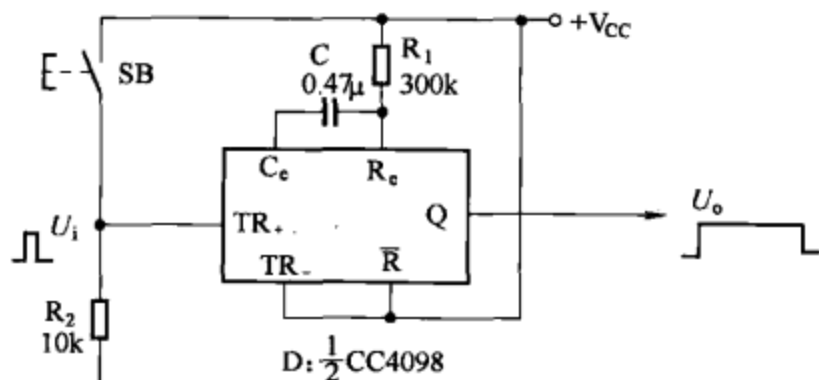

图 8-30
(1) 图 8-30 所示为单稳态触发器构成的 100ms 定时器电路，采用 TR_+ 输入端触发，每按下一次 SB，输出端 Q 便输出一个宽度为 100ms 的高电平信号。输出脉宽 T_w 由 R_1 和 C 决定， $T_w = 0.69R_1C$ 。改变定时元件 R_1 和 C 的大小，即可改变定时时间。